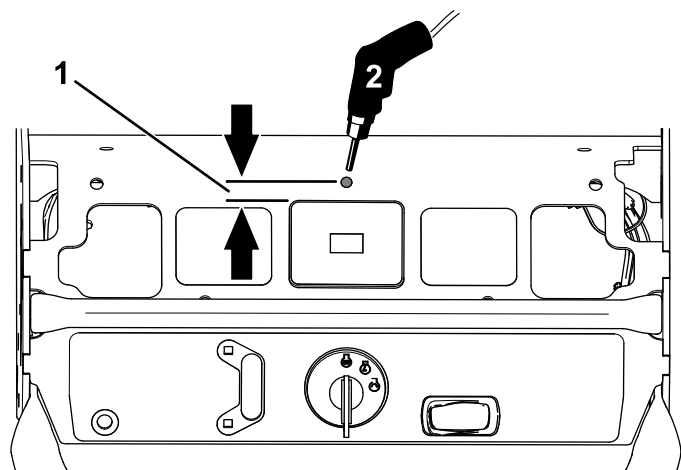

Figura 7
6. Praticate un foro di 12 mm di fronte al contaore per l'interruttore a levetta (Figura 7).